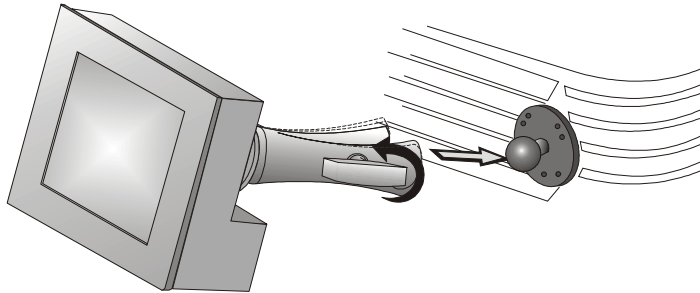

図 2-3
1. 取り付けアームをその端が本プロジェクターの後部パネルに位置するボールジョイント上でちょうど合うだけ緩めます。図 2-3